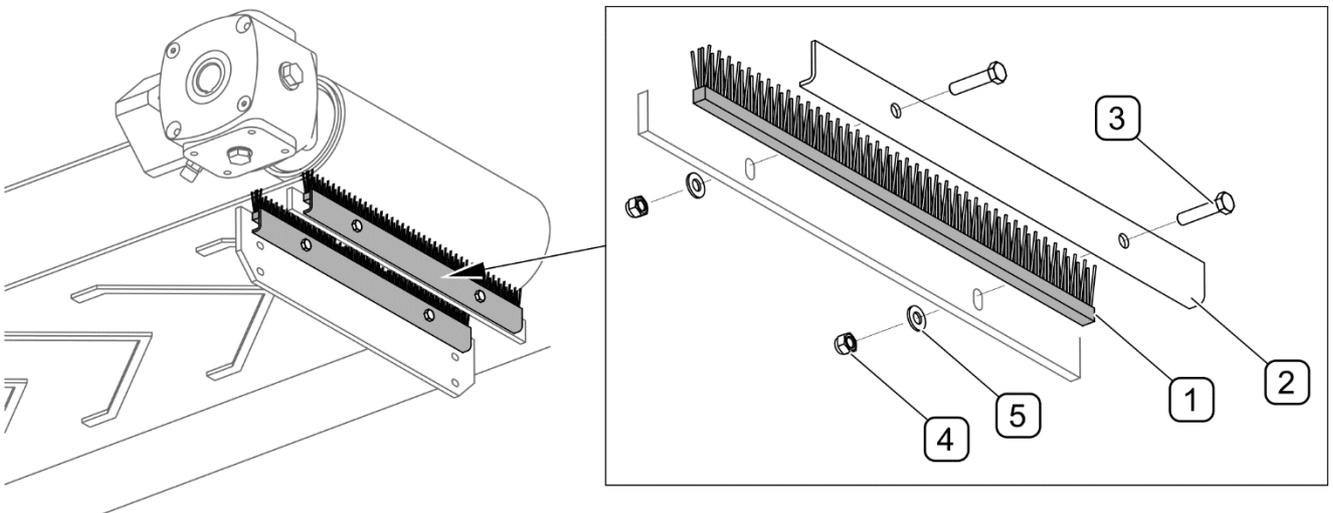

ABBILDUNG 5.11 Auswechseln der Bürsten am Förderband
- Die Schrauben (3) herausschrauben und die Andrückleiste (2) entfernen (ABBILDUNG 5.11).
- Die verschlissene oder beschädigte Bürste (1) herausnehmen und durch eine neue ersetzen.